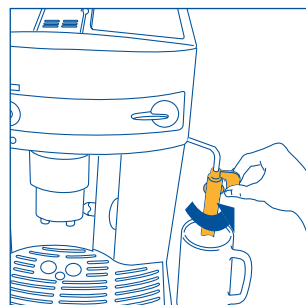
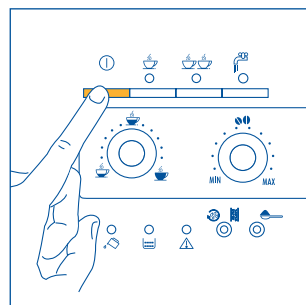
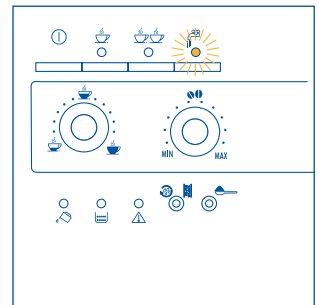

Fig. 3
Fig. 4
Fig.22
2. Tournez la buse à cappuccino vers l'extérieur, posez une tasse dessous (fig. 3) et mettez la machine en marche en appuyant sur la touche ① (fig.4).
- Tournez la buse à cappuccino vers l'extérieur de la machine (fig. 3).
- Posez une tasse sous la buse à cappuccino (fig. 3)
- Posez une tasse sous la buse à cappuccino (fig. 3). Tournez le robinet vapeur d'un demi-tour en sens inverse des aiguilles d'une montre (le voyant ☼ se met à clignoter fig. 22). Laissez couler un peu d'eau mélangée à la vapeur jusqu'à ce qu'il ne sorte que de la vapeur.